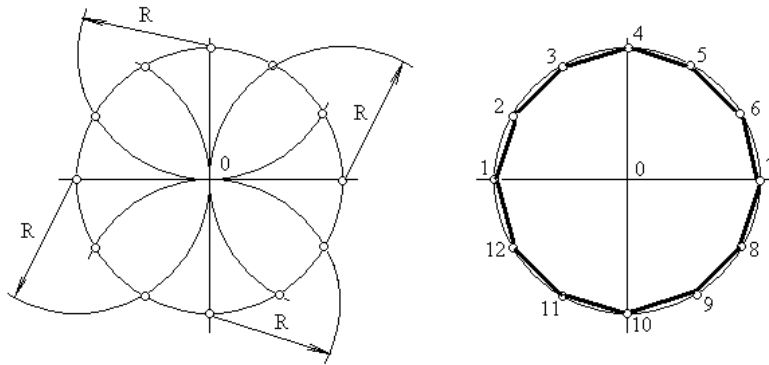

Рис. 7. Деление окружности на двенадцать равных частей.
5. *Деление окружности на двенадцать равных частей и построение правильного вписанного двенадцатиугольника.* При делении окружности циркулем из четырех концов двух взаимно перпендикулярных диаметров окружности проводят радиусом, равным радиусу данной окружности, дуги до пересечения с окружностью (рис. 7, а). Соединив полученные точки, получают правильный вписанный двенадцатиугольник (рис. 7, б).